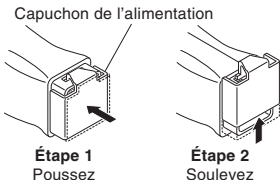

Figure 1 - Retrait du dispositif d'alimentation
1. Poussez sur le dispositif d'alimentation et soulevez le capuchon vers le haut (consultez la Figure 1).